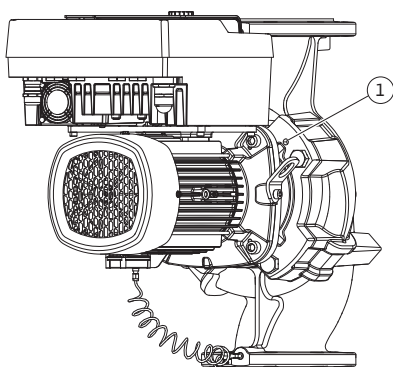

Fig. 11: Vytlačení smontované jednotky závitovými otvory (DN 100 ... DN 125)
5. Odpojte smontovanou jednotku (viz Fig. 4) od tělesa čerpadla. V závislosti na typu čerpadla (viz Fig. I ... III) existují různé postupy: U typu čerpadla Fig. I (DN 32 ... DN 80) uvolněte šrouby poz. 29. Stiskněte smontovanou jednotku z tělesa čerpadla. U typu čerpadla Fig. II a Fig. III (DN 100 ... DN 125) k tomu použijte dva závitové otvory (Fig. 11, poz. 1). Použijte přitom vhodné připravené šrouby, které si zajistí zákazník (např. M10 x 25 mm).
5. Vytlačte smontovanou jednotku (viz Fig. 4) ze skříně čerpadla. Použijte k tomu dva závitové otvory (viz Fig. 11). Pro uvolnění sedla zašroubujte šrouby M10 s vhodnou délkou do závitových otvorů.